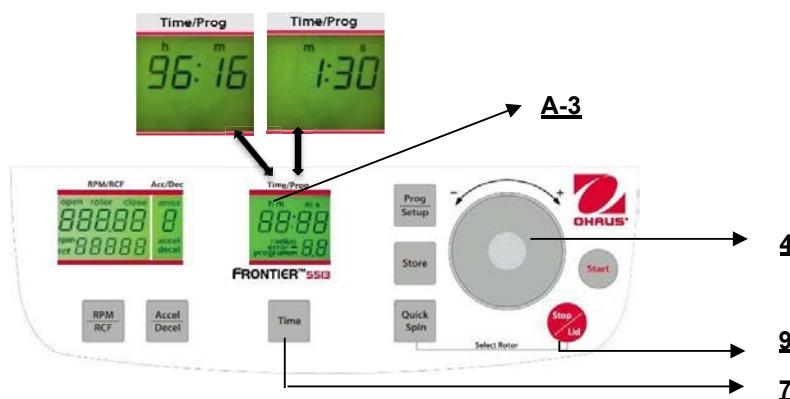

Abbildung. 14
Die Betriebszeit kann vorab ausgewählt werden, während der Deckel offen oder geschlossen ist. Um die Einstellung der Betriebszeit einzustellen, drücken Sie die Taste "Time" (7). Auf der Anzeige "Time/Prog" (A-3) blinkt die Anzeige "m : s" oder "h : m", je nach vorheriger Einstellung. Um den gewünschten Wert einzustellen, benutzen Sie den Anpass Wähl scheibe (4). Nachdem 59 min 50 sec überschritten werden, wechselt die Anzeige automatisch auf "h : m". Nachdem 99 Stunden 59 min überschritten werden, erscheint das Wort "cont" in der Anzeige "Time/Prog" (A-3). Dieser dauerhafte Betrieb kann nur durch Drücken der Taste "Stop/Lid" (9) unterbrochen werden. Der Countdown beginnt sobald die eingestellte Geschwindigkeit erreicht ist. Die Anzeige zeigt immer die verbliebene Zeit. (Siehe Abbildung 14)